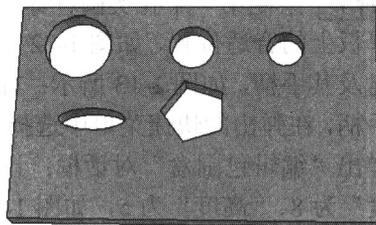

图 1-18 绘制孔类多棱体
**Step11** 绘制孔类多棱体。在“图素”设计元素库中选择“孔类多棱体”元素，放置于厚板的合适位置；右击包围盒的任意一个手柄，在弹出的快捷菜单中选择“编辑包围盒”选项，弹出“编辑包围盒”对话框；设置“长度”为 15（“宽度”自动为 12.99）、“高度”为 5，单击“确定”按钮，得到的孔类多棱体如图 1-18 所示。